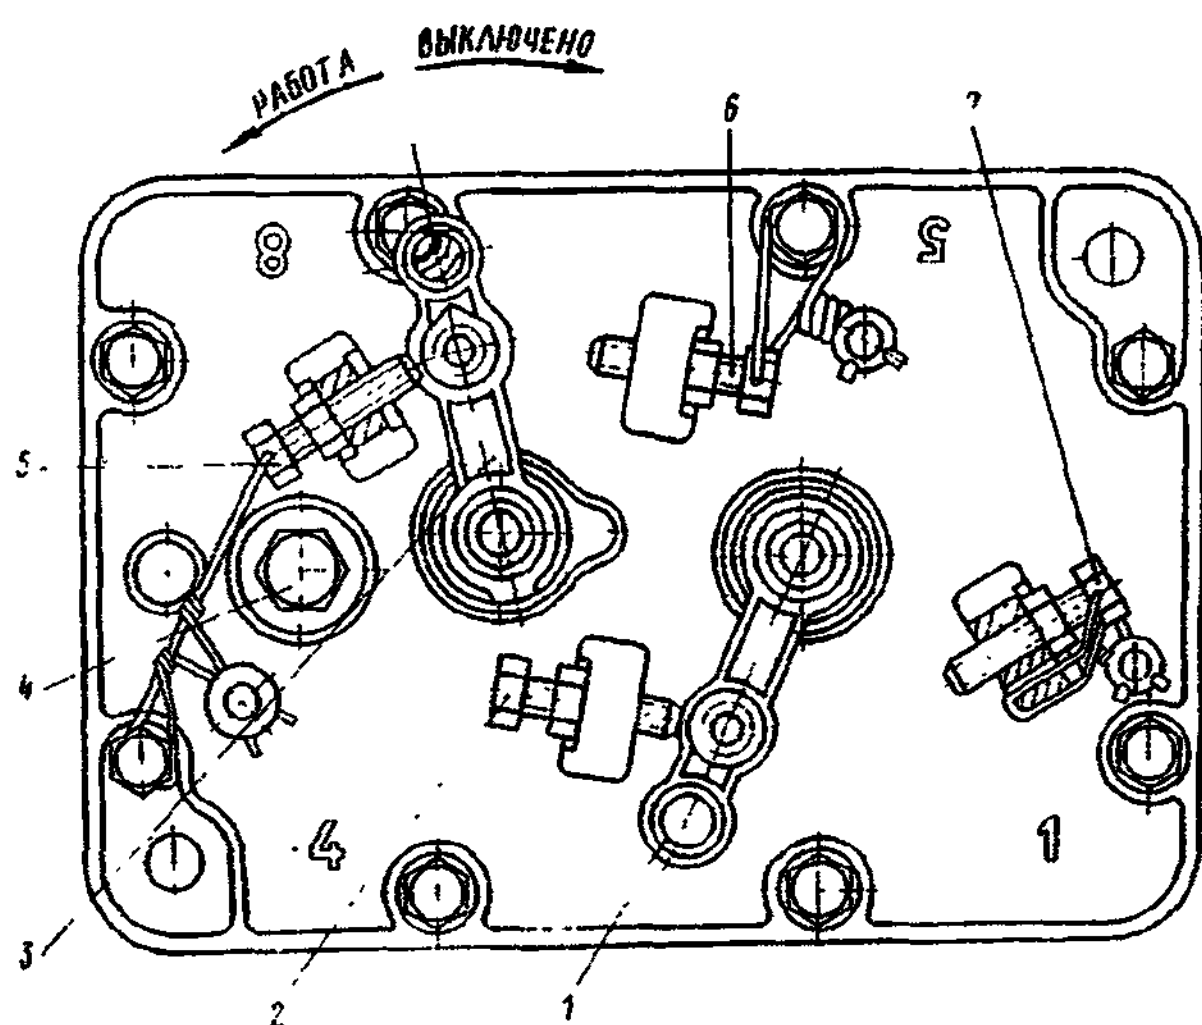

Рис. 106. Крышка регулятора частоты вращения:
15. Проверьте и при необходимости отрегулируйте болтом 5 (см. рис. 106) величину пусковой подачи топлива при упоре рычага управления регулятором в болт 7 ограничения максимальной частоты вращения коленчатого вала.